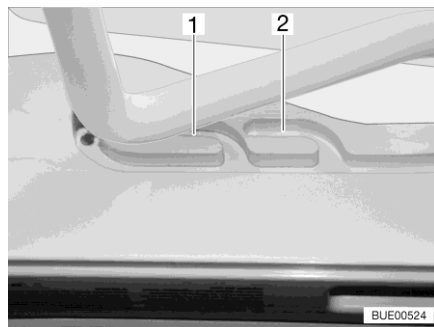
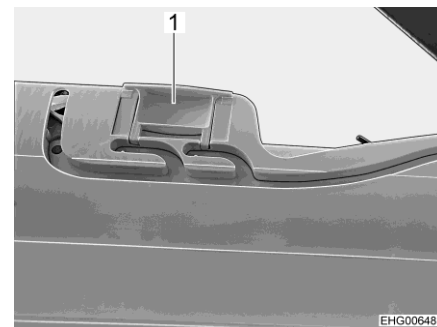

Fig. 24 Glissière (position de ventilation)
Fig. 25 Verrouillage (position de ventilation)
Il est possible d'amener le lanterneau Heki en deux positions de ventilation : Position pour mauvais temps (Fig. 24,1) et position intermédiaire (Fig. 24,2). Selon l'équipement, il est possible de verrouiller le lanterneau en position intermédiaire avec les deux verrous (Fig. 25,1) à gauche et à droite du cadre du lanterneau.
- Pousser légèrement l'étrier vers le haut, le pousser dans la glissière choisie (Fig. 24,1 ou 2) et le verrouiller si nécessaire.